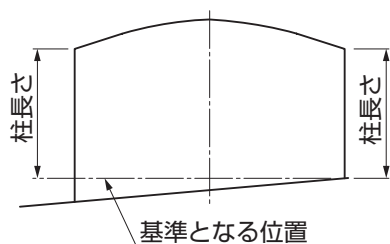

図2-5
- 柱は基準となる位置から同じ高さとしてください。合掌棟木に水がたまり、漏水するおそれがあります。(図2-5参照)